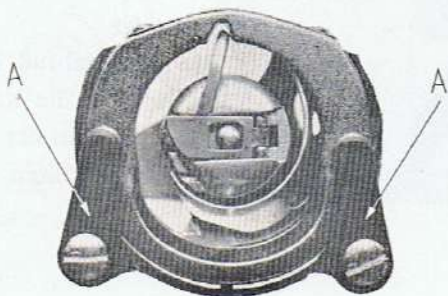

Abb. 1
2. Lösen Sie die Knöpfe (A) auf beiden Seiten der Greiferbahn (Abb. 1), indem Sie sie seitwärts ziehen. Nehmen Sie dann den vorderen Ring und den Greifer mit den Fingern heraus (Abb. 2).
4. Lassen Sie die Knöpfe (A) wieder in die in Abb. 1 gezeigte Stellung zurückschnappen.